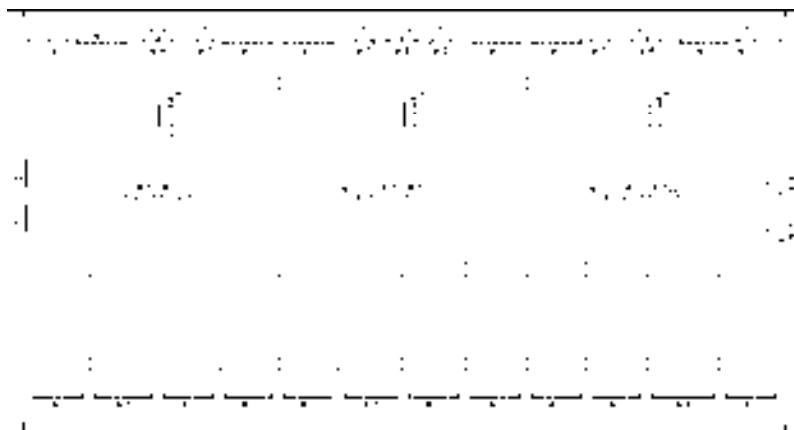

图 14-32 绘制散水
8) 在“散水”对话框中单击“任意绘制”按钮, 根据命令行的提示, 分别指定散水的起点和终点, 绘制散水, 结果如图 14-32 所示。